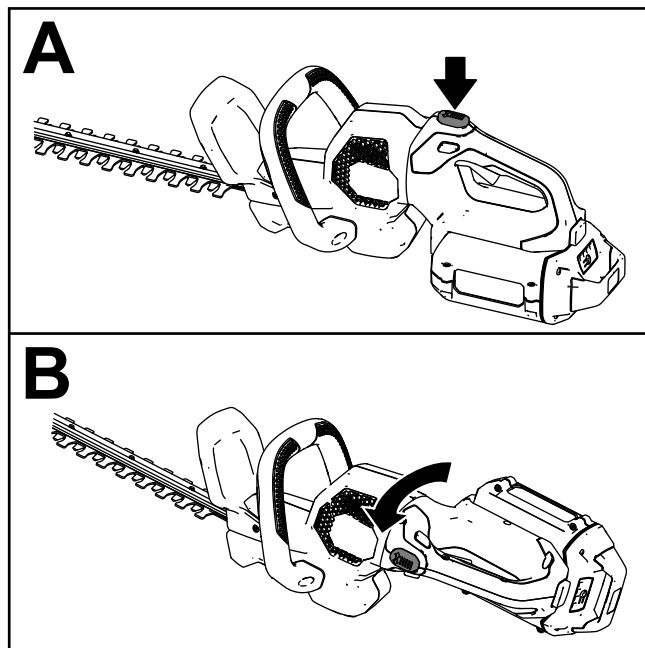

Figura 5
1. Tenete premuto il pulsante di bloccaggio della rotazione (A di Figura 5).
2. Ruotate l'impugnatura di 90° a destra o sinistra, a seconda della direzione di taglio desiderata, poi rilasciate il pulsante di bloccaggio della rotazione per bloccare l'impugnatura nella posizione desiderata (B di Figura 5).